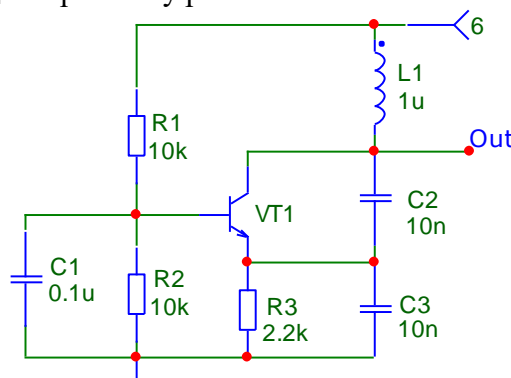

Рисунок 1 – Генератор синусоидальных колебаний (генератор Колпитца, ёмкостная трехточка)
В качестве примера используется генератор синусоидальных колебаний, который называют генератор Колпитца или ёмкостная трехточка (рис. 1). В этом генераторе индуктивность катушки L1 задает частоту генерации (наряду с емкостями конденсаторов C2 и C3).
1.1. Нарисовать в схемном редакторе схему рис. 1.